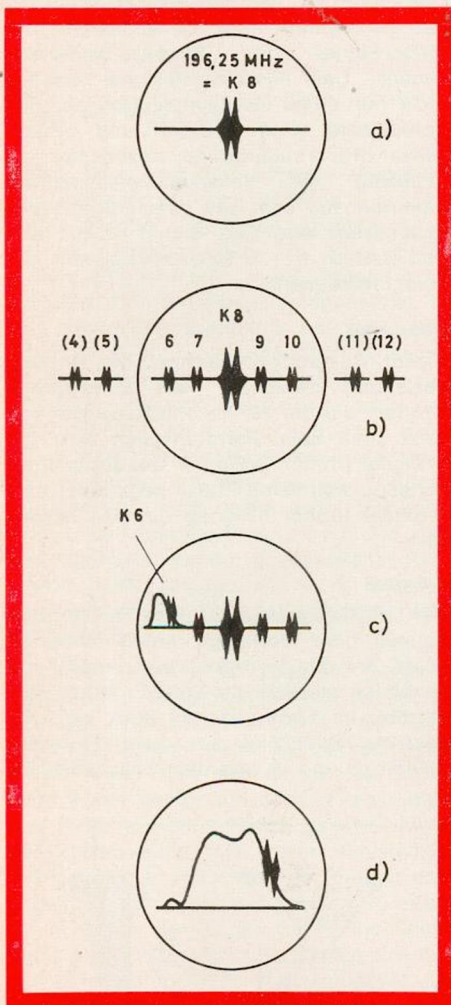

Bild 1: Kanalmarken.
1. An der Stufe der getasteten Regelung, oberhalb der RÖ 2 (PCF 200), gilt der Oszillogramm-Meßpunkt P nicht wie auf dem Schaltbild für das Gitter, sondern entsprechend der roten Linie in Bild 1